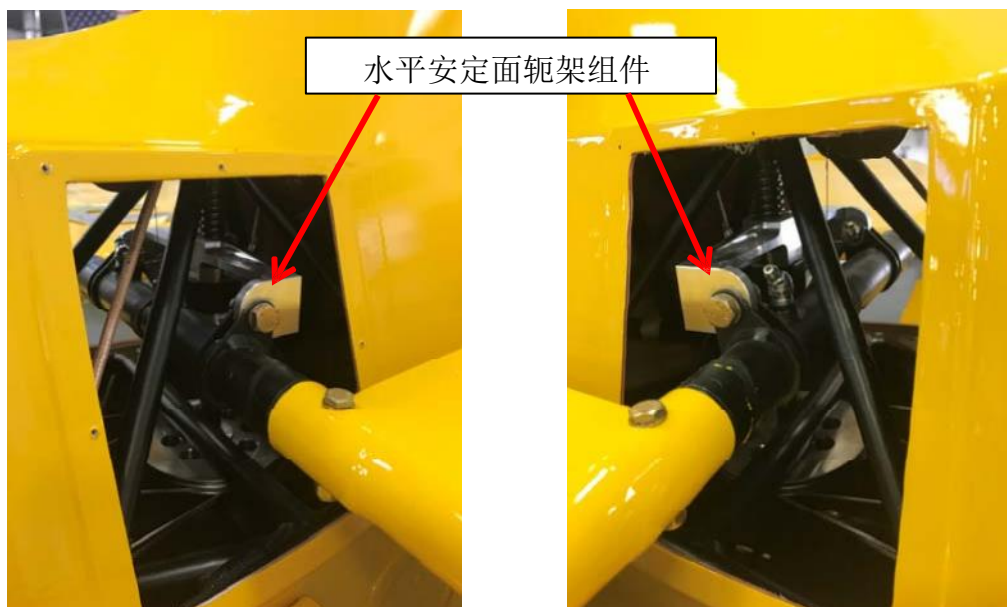

图 1 – 水平安定面舵架盖拆除
2. 拆卸左右水平安定面轭架盖，以便对水平安定面轭架组件进行观察(参见图 1)。